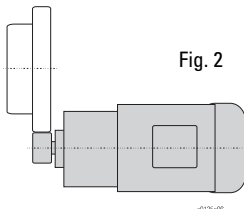

Fig. 2
- mit Ritzel (Fig. 2)
- with pinion (Fig.2)
- avec pignon (Fig. 2)